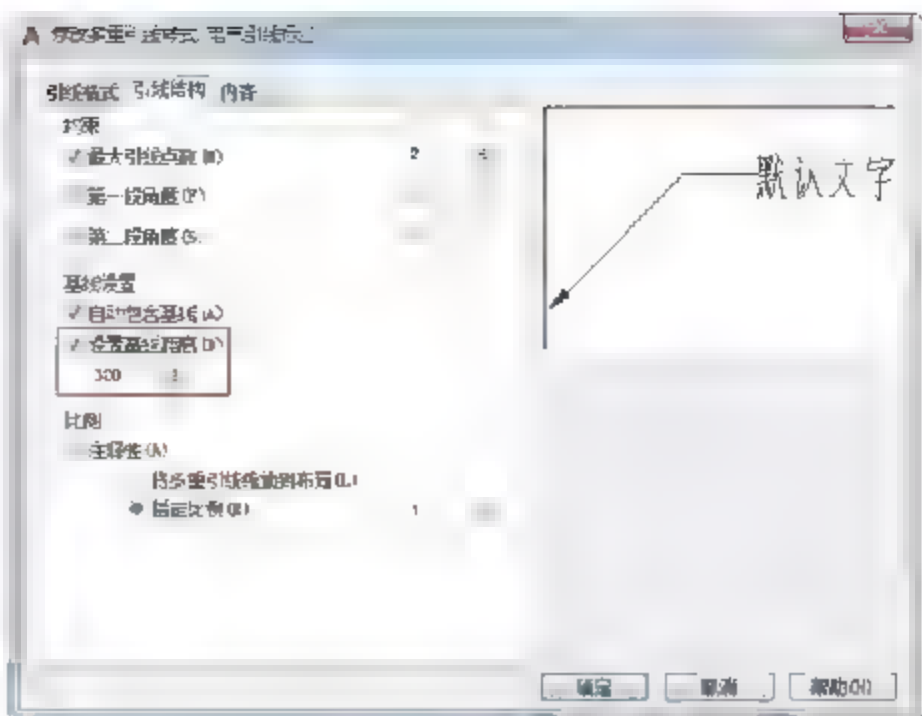

图5-123 设置基线距离
**04** 在【引线结构】选项卡中，修改基线距离为300，如图5-123所示。